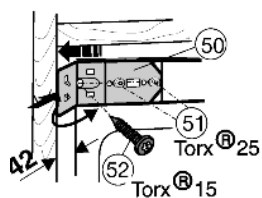

Fig. 23
- ▶ Visser la cornière de fixation sur la paroi du meuble à l'aide de vis $\varnothing 4 \times 19$ Fig. 23 (52) pour panneaux d'agglomérés.
- ▶ Glisser la cornière de fixation Fig. 23 (50) contre la paroi du placard et serrer les deux vis M5, Torx 25 Fig. 23 (51).